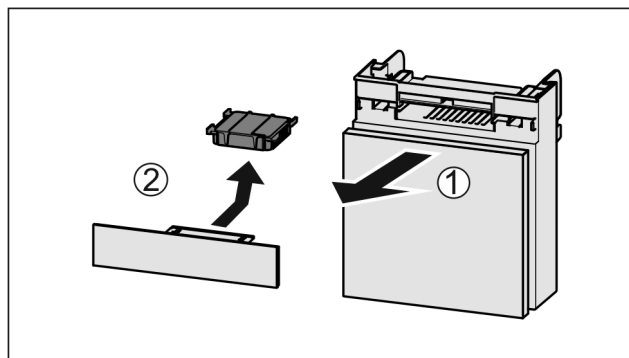

Fig. 132
- ▶ Вытянуть Fig. 132 (1) отделение движением вперед.
- ▶ Извлечение Fig. 132 (2) фильтра с активированным углем.